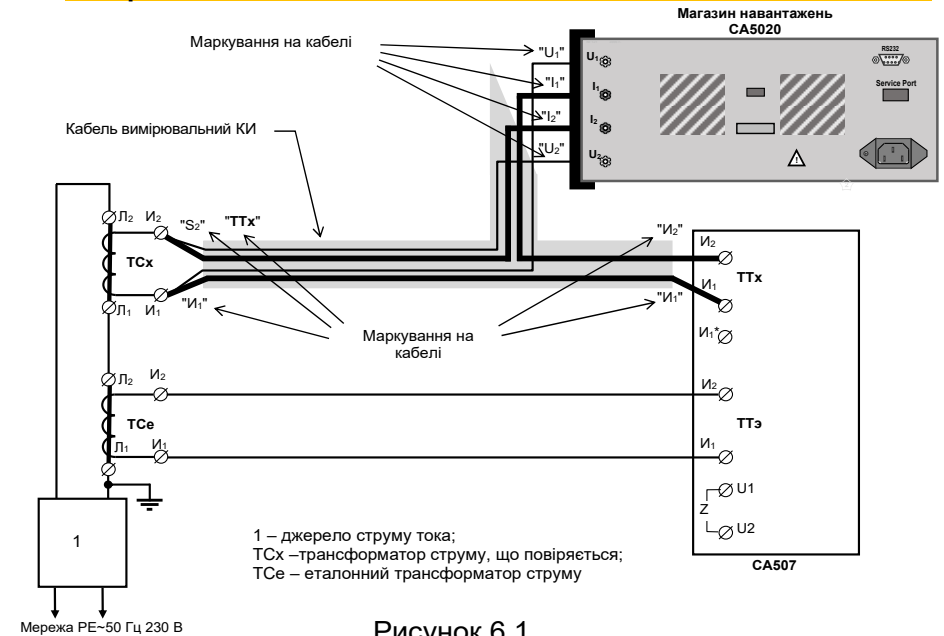

Рисунок 6.1
6.7 Регулятором джерела струму 1 (рис. 6.1) встановити потрібне значення вторинного струму, наприклад, 100 % номінального, контролюючи його за показаннями Компаратора або за станом рядка на екрані Магазину (поз. 7 рисунок 5.3).